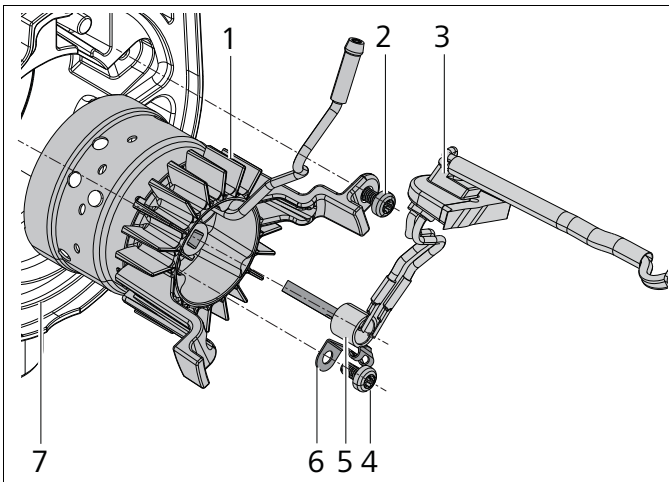

Abb. 809 Brennereinheit und Glühstift
3. Schraube (2, Abb. 809/Abb. 809) entfernen.
4. Brennereinheit (1) mit Glühstifttülle (3) herausnehmen.